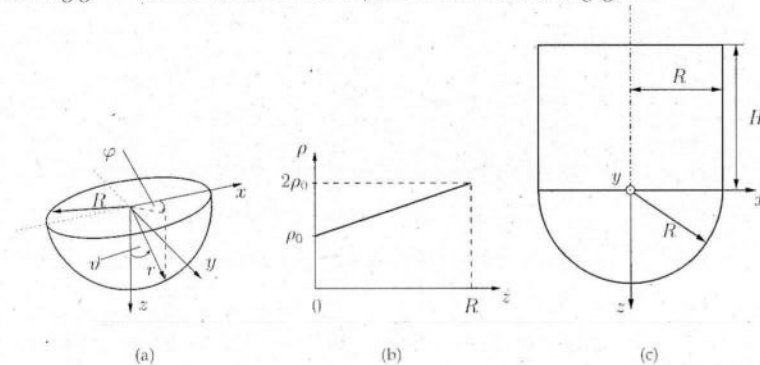

Abbildung 2.1: (a) Halbkugel mit Kugelkoordinaten (r, ϑ, φ) ; (b) Verlauf der Dichtefunktion $\rho(z)$; (c) Aufbringen eines homogenen Zylinders
Gegeben ist die in Abb. 2.1(a) gezeigte Halbkugel mit der inhomogenen Massendichte ρ und dem Radius R . Die Massendichte ρ ist nur von der Koordinate z abhängig. Der Radius R , der Parameter ρ_0 und die Höhe H sind gegeben.
- 2.1) Berechnen Sie die Funktion der Massendichte ρ in Abhängigkeit von der z -Koordinate (siehe Abb. 2.1(b)).
- 2.6) Auf die Halbkugel wird ein Zylinder homogener Massendichte ρ_0 und der Höhe H aufgesetzt. Die Radien der Halbkugel und des Zylinders sind identisch (siehe Abb. 2.1(c)). Wie groß muss die Höhe H sein, damit der Massenmittelpunkt des zusammengesetzten Körpers bei $z_m = 0$ liegt?